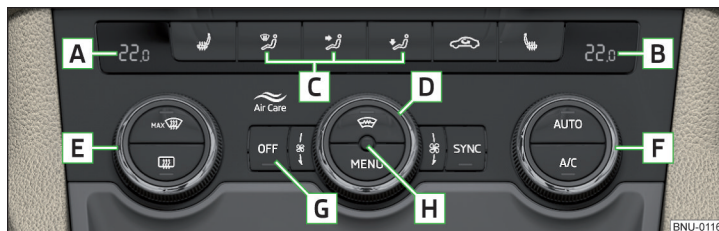

Fig. 158 Elementos de mando del Climatronic
Cada función se puede ajustar o encender girando el potenciómetro o presionando la tecla correspondiente » fig. 158.
No cubrir el sensor de temperatura del habitáculo **H** » **fig. 158** - Puede perjudicar la función del Climatronic.
- Para **encender** presionar la tecla **AUTO** » **fig. 158 de la pág. 120**.